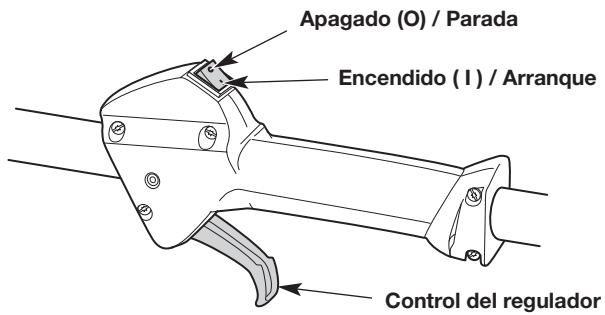

Fig. 6
NOTA: No hay necesidad de encender la unidad. El interruptor de Encendido/Apagado debe estar en la posición ENCENDIDO (I) en todo momento (Fig. 6).
6. Apriete el control del regulador (Fig. 6) y tire de la cuerda **5 veces** con movimiento regulado y firme (Fig. 8).
2. Oprima y no suelte el interruptor de control de Encendido y Apagado en la posición APAGADO (O) hasta que el motor se detenga por completo (Fig. 6).